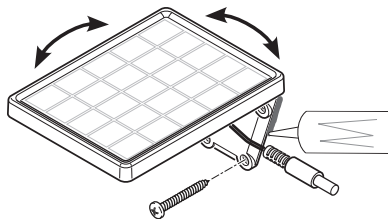

Figure 5
1. Placez le panneau solaire contre la surface de montage, puis marquez l'emplacement des trous (voir la Figure 5).
2. Faites tourner le panneau solaire à l'angle désiré (voir la Figure 5).